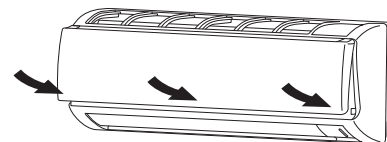

Fig. 3-52
- (1) Sujete ambos extremos de la rejilla de entrada de aire y extráigala abriendo hacia delante y tirando de ella hacia usted. (Fig. 3-52)
Al cerrar la rejilla de entrada de aire, presione las esquinas inferiores derecha e izquierda y el centro. (Fig. 3-52)